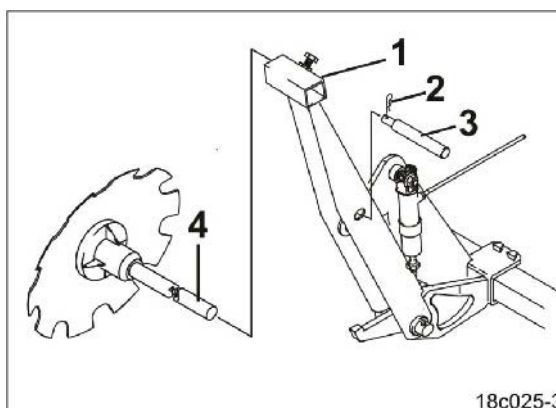

Fig. 135
1. Hold sporskiveholderen (Fig. 135/1) fast.
2. Fjern splinten (Fig. 135/2).
3. Trekk ut bolten (Fig. 135/3).
10. Stikk sporskivene (Fig. 135/4) inn i sporskiveholderne.